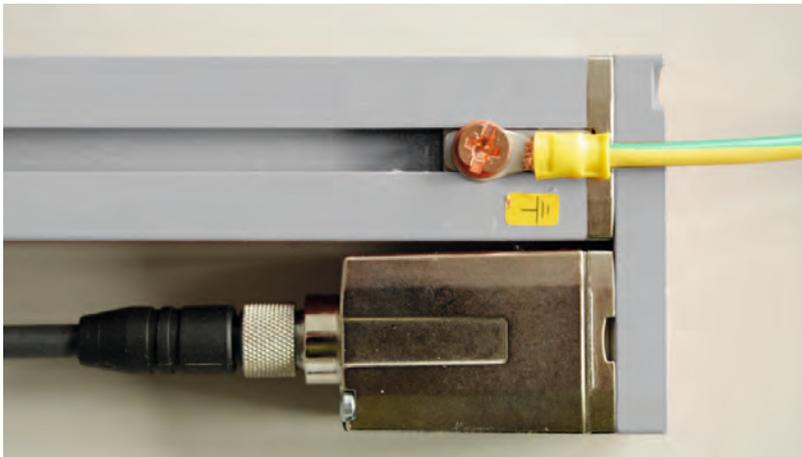

Figura 7.1: Applicazione del potenziale di terra sulla cortina fotoelettrica
- ↪ Collegare l'alloggiamento del trasmettitore e del ricevitore della cortina fotoelettrica con il conduttore di protezione sul centro stella della macchina FE tramite la vite PE posta sul tassello scorrevole di messa a terra (vedi figura 7.1).